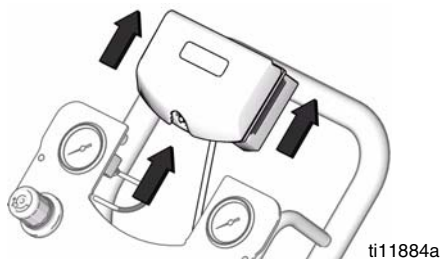

Рис. 10. Удалите DataTrak
3. Удалите DataTrak модуль со скобы. Смотрите Рис. 10. Установите модуль и приложенный кабель в неопасном помещении.